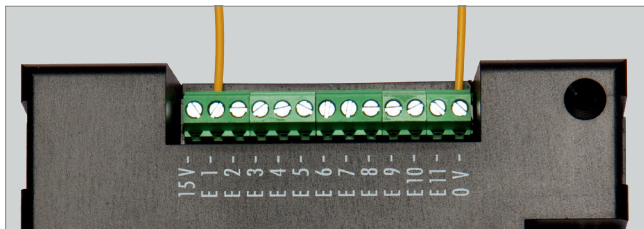

Abb. 4: Rückmeldekontakte
- ▶ Schließen Sie ein Ende des Sensors an Masse (0 V) und das andere am gewünschten Eingang an (E1 - E11), siehe Abb. 4.